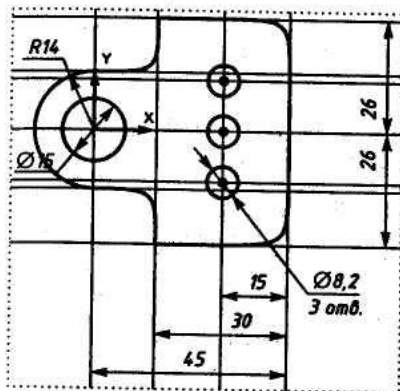

Рис. 48
- По команде Ввод дуги  строим дугу радиусом R14, вводя в Строке параметров окружности в окне <rad> радиус окружности 14 по команде <Alt>+<R>. Нажмите <Enter> (см. рис. 48).